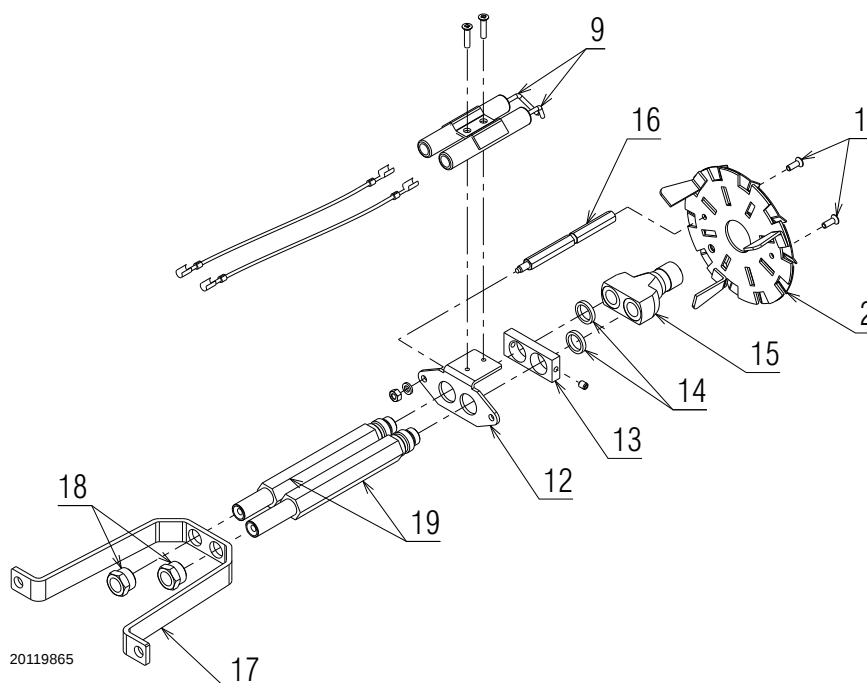

Fig. 6
- Colocar los dos alargadores 19)(Fig. 6) suministrados en dotación con el kit en el soporte 17) y fijarlos con los dos racores 18);